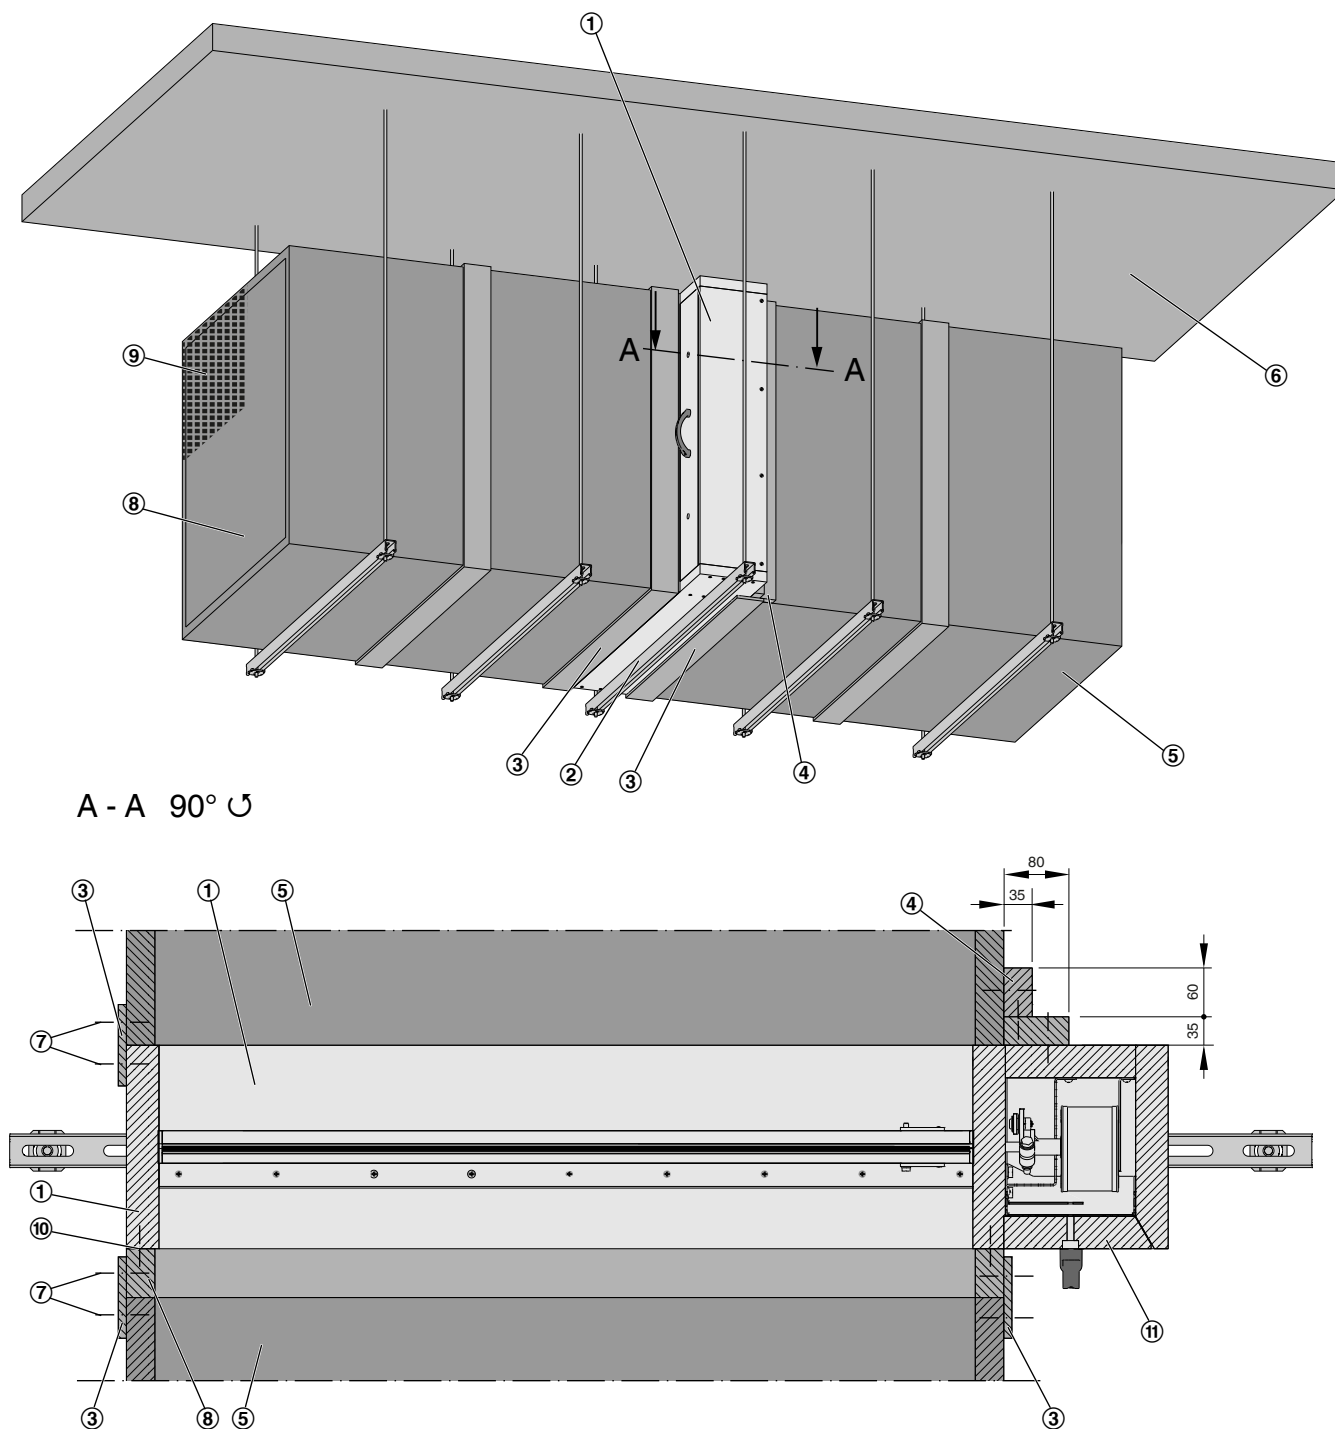

Abb. 13: Einbau in einer horizontalen Entrauchungsleitung
Die Antriebskapselung muss nach dem Einbau für Wartungsarbeiten zugänglich bleiben (Deckel (Abb. 13/11)).
1. ▶ Anschlussrahmen (Abb. 13/8) aus PROMATECT®-LS-Brandschutzbauplatte d = 35 mm x 60 mm oder gleichwertig (kundenseitig) herstellen und mit Schnellbauschrauben (Abb. 13/10) an der Bedienseite der Entrauchungsklappe anbringen.
4. ▶ Zwischen Antriebskapselung und Entrauchungsleitung einen Riegel (Abb. 13/4) anbringen.
5. ▶ Verbindungsstreifen (Abb. 13/3) zwischen Entrauchungsleitung und Entrauchungsklappe herstellen ↪ 6 „Entrauchungsleitung anschließen“ auf Seite 31.